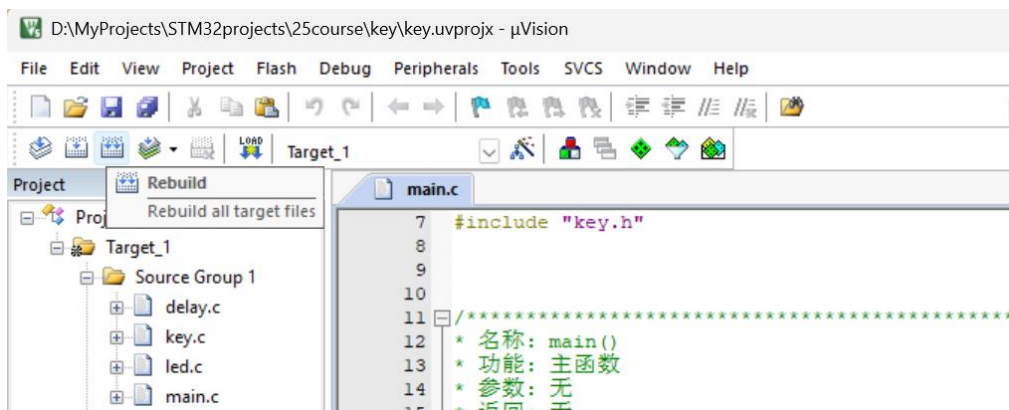

图 1-20 重新编译
- 2) 用 Keil5 开发环境打开实验例程，点击 Rebuild All 重新编译工程，如图 1-20 所示。